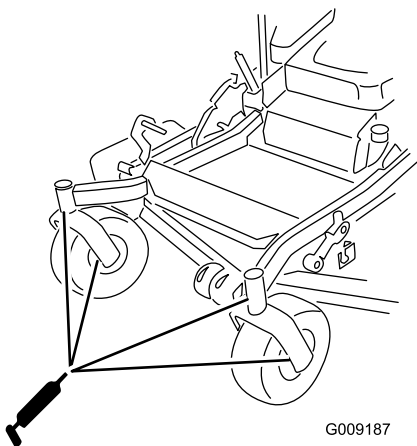

Bild 47
12. Setzen Sie die Sechskantschraube ein und den Staubdeckel auf (Bild 47).